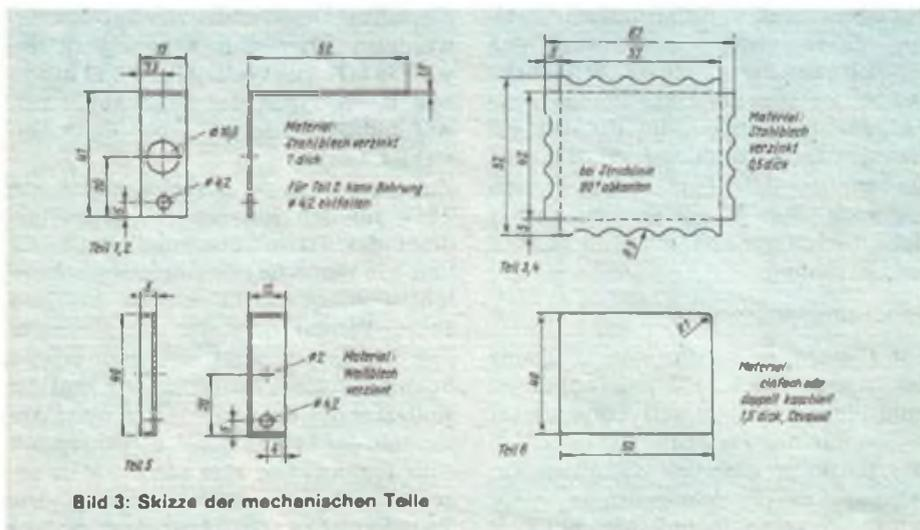

Bild 3: Skizze der mechanischen Teile
Die im Bild 3 dargestellte Gehäusevariante stellt in Anlehnung an industriell gefertigte Systeme (Antennenverstärker in geschirmter Technik) eine Möglichkeit der sinnvollen Unterbringung eines entsprechenden Vorverstärkers dar. Letztlich entscheiden Material und Möglichkeiten der mechanischen Bearbeitung über diese oder jene Gehäusevariante. Verzicht auf koaxiale Buchsen verringert die Gehäusegröße wesentlich.
- Zum Aufbringen der Klemmdeckel können die in Bild 3 dargestellten Aus-